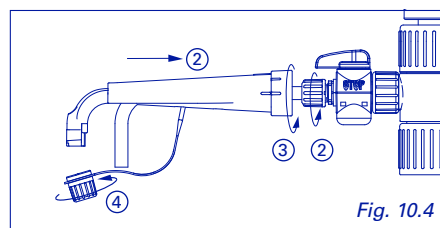

Fig. 10.4
- ③ Ausstossskanüle einfügen (Abb. 10.4)